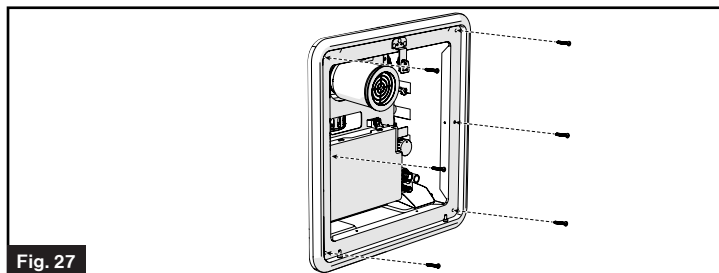

Fig. 27
5. Monte el marco de la puerta en el marco de la pared lateral utilizando 6 tornillos de cabeza plana #8 (mínimo 1") (no suministrados). Verifique la existencia de un sello hermético entre la pared lateral y el marco de la puerta. (Fig. 27)